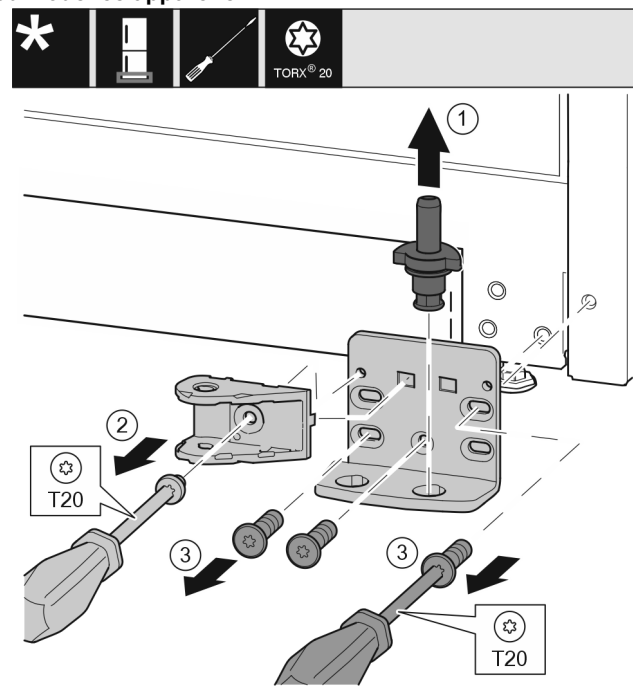

Fig. 34 *
- Sortir complètement l'axe de palier par le haut. Fig. 34 (1)*
- Desserrer la vis avec le tournevis T20 et enlever le joint amortisseur de fermeture. Fig. 34 (2)
- Desserrer les vis avec le tournevis T20 et enlever le support de palier. *Fig. 34 (3)**